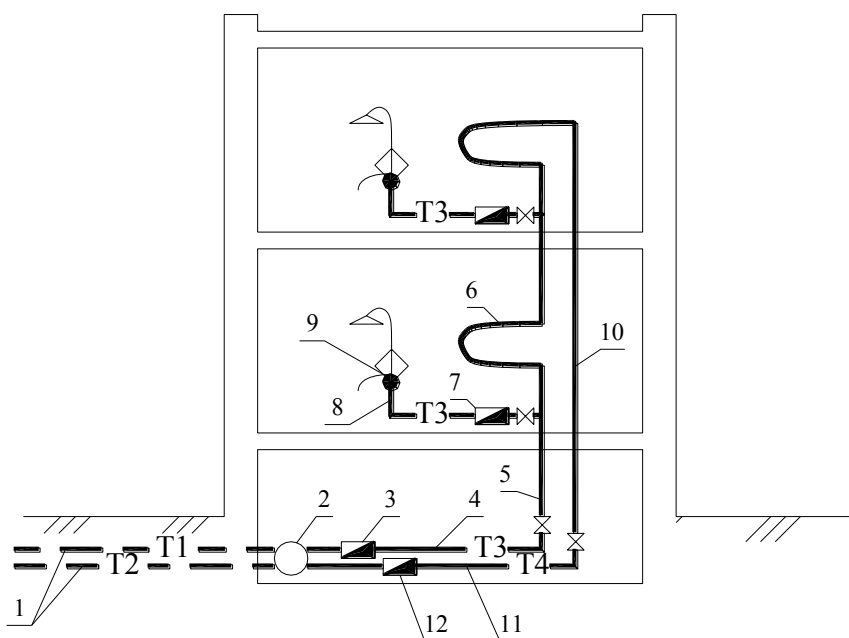

Рис. 8
Элементы горячего водопровода Т3-Т4 рассмотрим на примере рис. 8.
- 9 — смесительная арматура (на рис. 8 показан смеситель общий для умывальника и ванны с душевой сеткой и поворотным изливом).